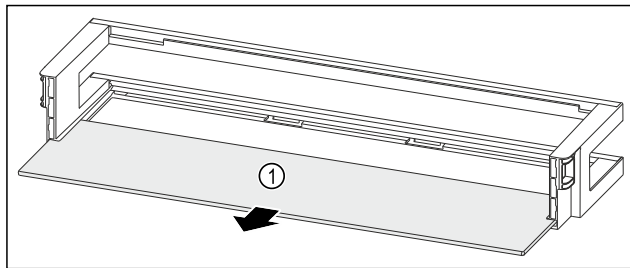

Fig. 99 Balconcino controporta con ripiano
- Rimuovere il ripiano Fig. 99 (1).